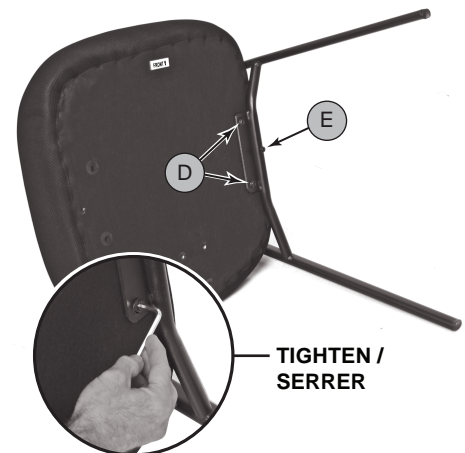

Figure 4
3. Using two screws (D), one screw (E), and hex key (I), **loosely** attach the seat (B) to the metal leg (C), as shown in Figure 4. **With all 3 screws in place, TIGHTEN ALL SCREWS SECURELY.**
3. À l'aide de deux vis (D), une vis (E), et de la clé hexagonale (I), fixer l'assise de siège (B) sur le pied métallique (C), comme illustré à la figure 4. **Avec les 3 vis en place, SERREZ FORTEMENT TOUTES LES VIS.**